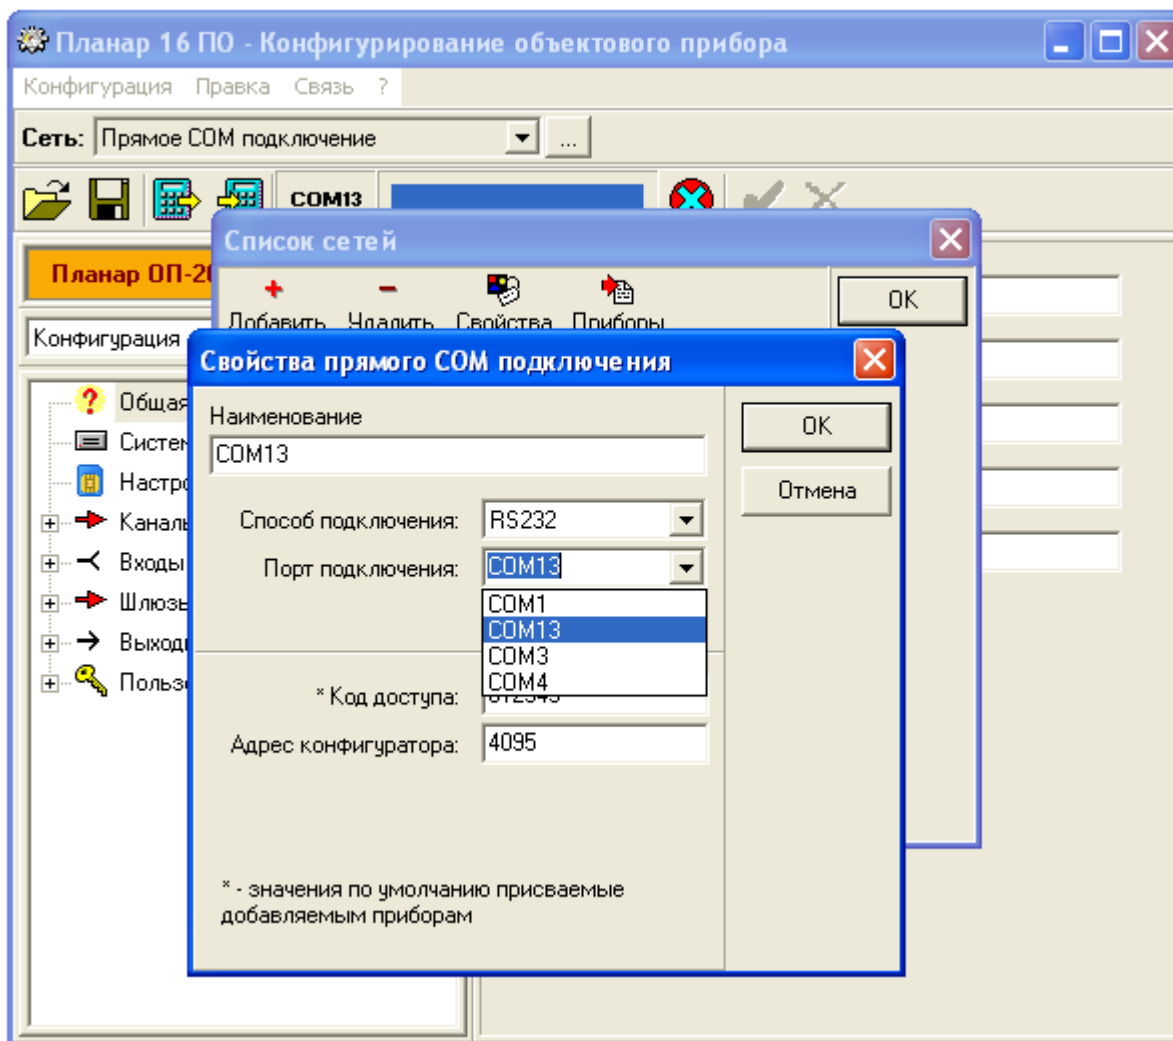

Рис.3 Типовое окно редактирования свойств сети при подключении через виртуальный COM порт
12.2.2.2.9. Типовое окно программы конфигурирования объектового прибора в режиме описания свойств сети показано на Рис. 3.